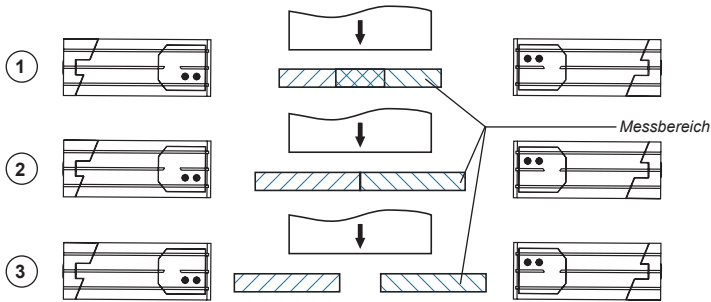

Abb. 20
Bei diesem Messverfahren werden zwei FT 80 RLA...S1 miteinander gekoppelt. Die Sensoren stehen sich dabei gegenüber (Dicken-Differenzmessung, Funktion Nr. 26). Die Messbereiche können bei der Dicken-Differenzmessung überlappen (1), direkt angrenzen (2), oder auseinanderliegen (3) (Abb. 20).
1. Montage: Referenz-Objekt (Sollwert) im Messbereich positionieren und beide FT 80 RLA...(S1 Typen) so montieren, dass der Abstand zum Objekt immer innerhalb der Tastweite der Sensoren liegt (Abb. 20 und 22).
Obwohl ein FT 80 RLA nur einen Messbereich von 500 mm hat, ist es möglich durch die **Master-Slave-Schaltung** auch **Überbreiten** zu messen. Der Lösungsansatz ist durch die Anordnung beider Sensoren gegeben (Abb. 20). Der benötigte Messbereich hängt von der maximalen Dickendifferenz ab.